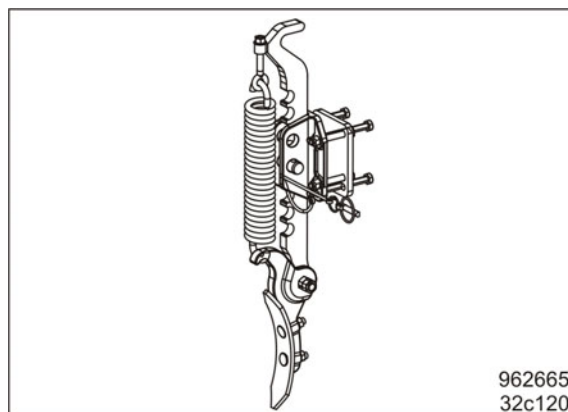

Рис. 24
- Подпружиненный рыхлитель почвы по следу колес (Рис. 24)